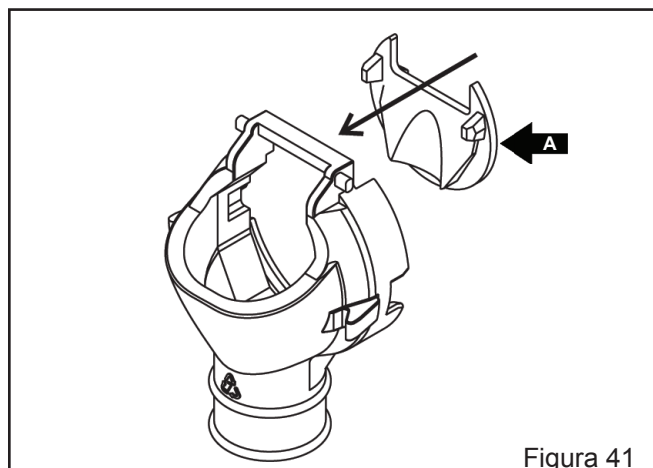

Figura 41
- Nunca opere sem a tampa transversal "A" (figura 41), a qual tem a função de anular o efeito pulsante da mola e também de controlar a dosagem.
- Em casos de alta umidade do adubo, ocasionada por chuva ou outros fatores, em que o adubo fica em estado pastoso, deve-se retirar a tampa transversal "A" e movimentar o implemento por aproximadamente 50 metros para que o adubo empastado saia totalmente do dosador, desobstruindo e limpando a rosca sem fim. Após este procedimento, recolocar novamente a tampa "A" (Figura 41).